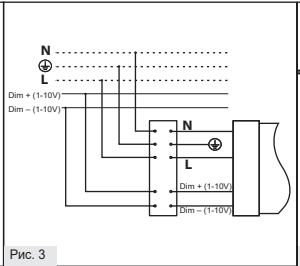

Рис. 3
- 1.5. Присоедините концы сетевого кабеля к позициям L, N, ⊕. Управляющие провода подключаются строго с соблюдением полярности, указанной в маркировке. Принципиальная схема подключения светильника с диммируемым драйвером к питающей сети по системе 1-10V показана на Рис. 3.